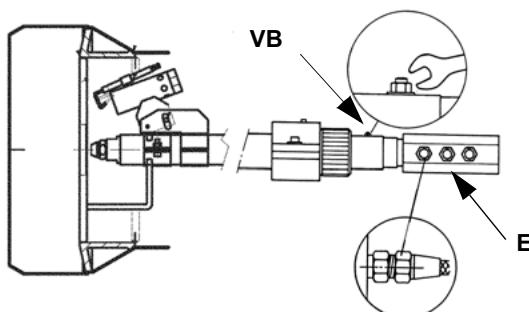

Рис. 24
- Разобрать, почистить и проверить головку сгорания (см. Рис. 24).
- отвинтить крепежные соединения (E на Рис. 24) трубок дизтоплива (использовать два ключа для отвинчивания и завинчивания этих соединительных муфточек, закрепленных на узле распределителя);